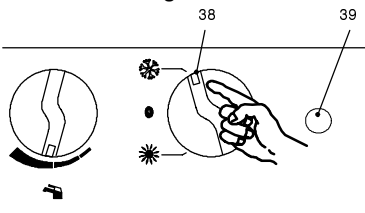

fig. 2.1
Per mezzo del commutatore di funzione (38 in fig. 2.1) è possibile utilizzare le caldaie in due differenti modalità:
- Riscaldamento o sanitario con precedenza d'uso al sanitario fig. 2.1
Con il commutatore di funzione (38) come in fig. 2.1 e aprendo un rubinetto dell'acqua calda, il flussostato sanitario (18 a pag. 3) invia un segnale alla scheda elettronica di regolazione che provoca l'arresto del circolatore (7 a pag. 3).